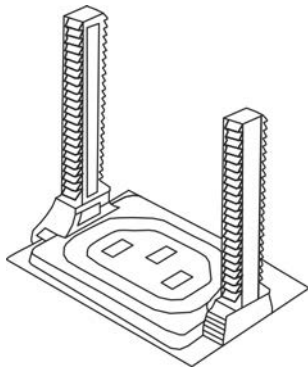

Abb. 16: Pfosten anbringen
1. ➔ Pfosten links und rechts mit der Aussparung nach innen in die Aufnahme stecken (Abb. 16).